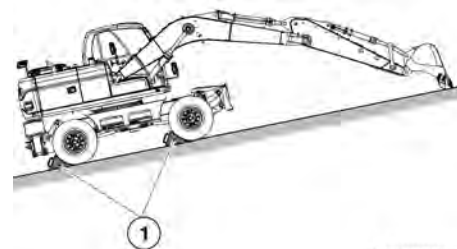

Рис. 76
Следует ставить экскаватор на стоянку на плотном ровном грунте. Избегать стоянок на склонах. Если экскаватор должен быть установлен на стоянку на склоне, заблокировать колеса (1), используя входящие в комплект колесные башмаки (см. раздел "Колесные башмаки" на стр. 2-77), и поставить ковш зубьями на землю. (Рис. 76)